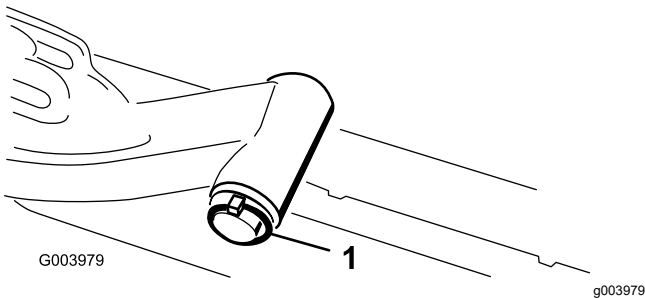

Bild 11
- A. Nehmen Sie den Klappstecker und die Scheibe ab, mit denen die Gelenkwelle des Hubarms am Hubarm befestigt ist. Schieben Sie die Gelenkwelle des Hubarms aus dem Hubarm (**Bild 11**).
- C. Setzen Sie die Hubarmwelle in den Hubarm ein und befestigen Sie sie mit der Scheibe und dem Klappstecker (**Bild 11**).